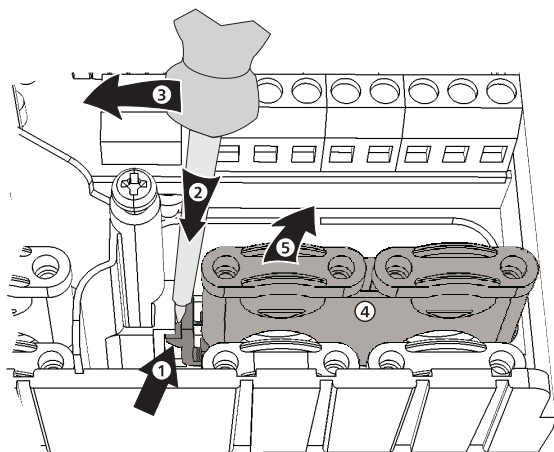

Fig. 5 : Retirez le pont de plastique droit
1. Placez le tournevis au niveau du pont de plastique droit ② entre le boîtier et la borne à ressort ①, (fig. 5).
2. Appuyez le tournevis avec précaution vers la gauche ③. Soulevez ainsi la borne à ressort ① vers la droite jusqu'à ce que le pont de plastique ① soit dégagé.
3. Tirez à la main le pont de plastique vers le haut ⑤.